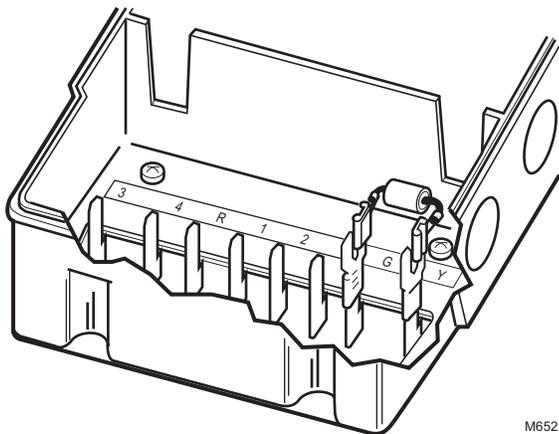

Fig. 13 — Comment fixer une résistance de shunt aux servomoteurs TRADELINE.
- L'asservissement d'un servomoteur de série 90 requiert une résistance de rétroaction de la course complète de 142 ohms. Sélectionner et fixer la résistance de shunt qui convient entre les bornes Y et G (voir le Tableau 2 et la Fig. 13).